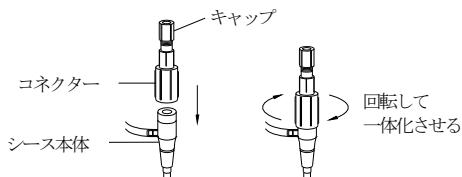

図4
1. 血管内に留置しているシースに、本品のコネクタ一部を時計方向に回して締め込み、シース本体と一体化させる（図4参照）。